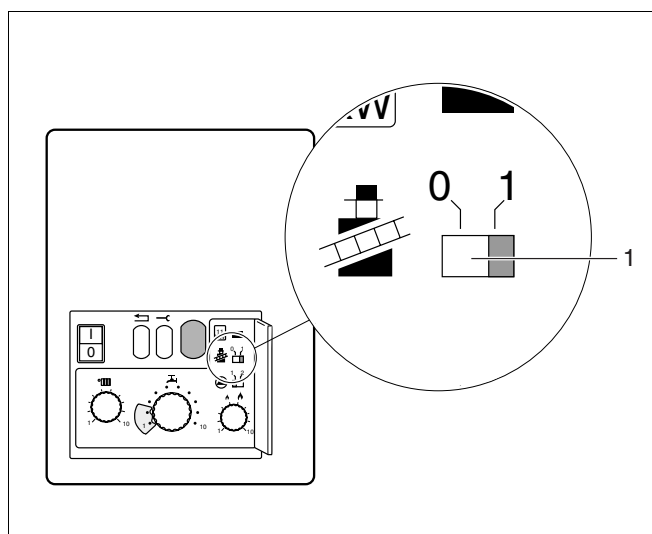

Abb. 9 Schornsteinfegerschalter
Einige Arbeiten zur Störungssuche müssen im Heizbetrieb des Logamax plus GB112 durchgeführt werden. Dazu ist die Schornsteinfegerschalter (Abb. 9) auf "**1**" zu stellen.
- Schornsteinfegerschalter (Abb. 9, Pos. 1) auf "**1**" stellen.